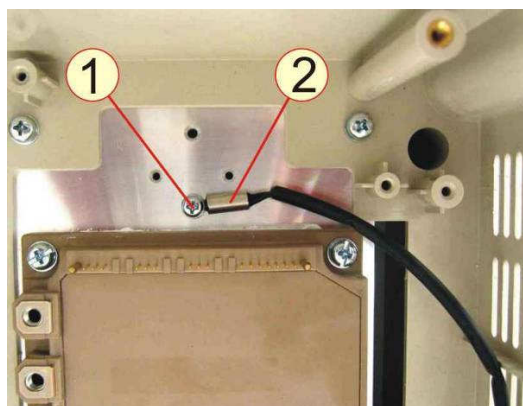

Рис.7.24
7.13.1 Взять термодатчик 2, установить на радиатор, вкрутить винт 1 (рис.7.24).